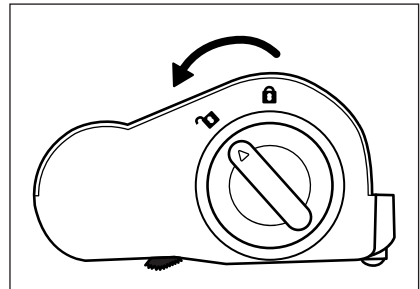

Abb. 26
① Hinweis
- 2) Entriegeln Sie die Bürstenrolle **20**, indem Sie die Bürstenrollenentriegelung **19** in Richtung des Symbols  (öffnen) drehen (siehe Abb. 26).